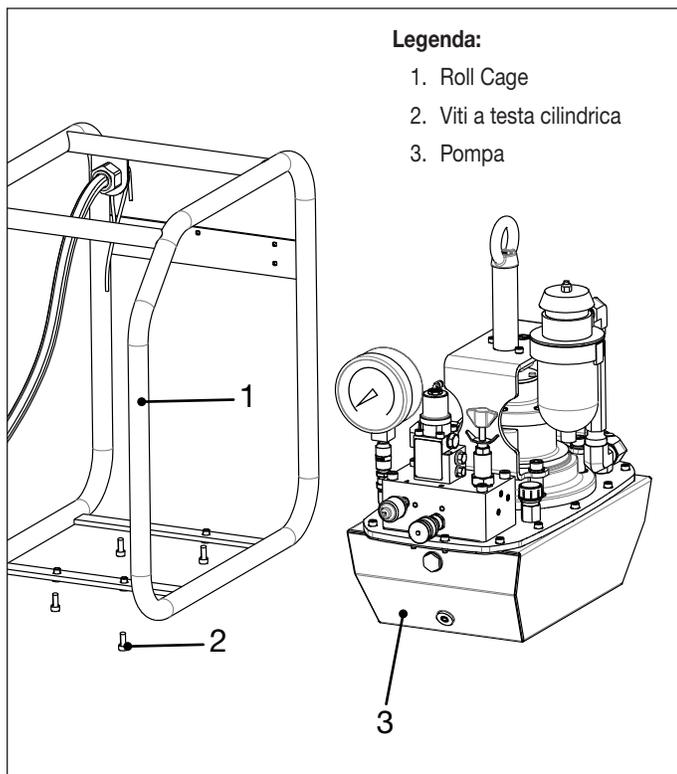

Figura 17: Pompa e roll cage
8. Rimuovere le quattro viti a testa cilindrica che tengono fissato il roll cage al serbatoio. Vedere Figura 17.
19. Fissare il serbatoio sul roll cage con le quattro viti a testa cilindrica. Applicare sigillante per filettature Loctite 243 sulle viti e serrarle a 14,9-17,6 Nm [11-75 ft-lbs]. Vedere Figura 17.